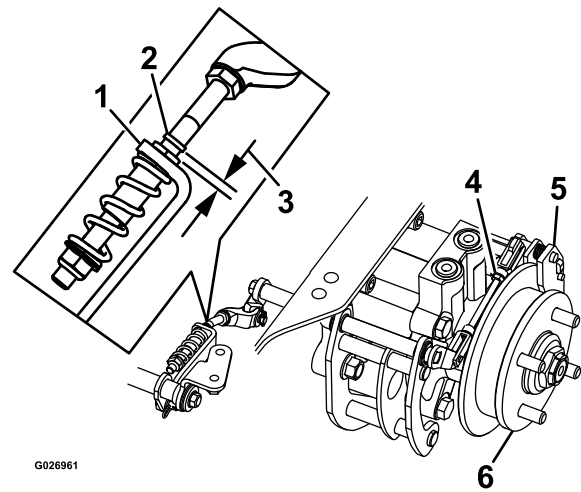

Figure 79
7. Vérifiez si un espace est visible entre le support en L et la butée de tringlerie (Figure 79).